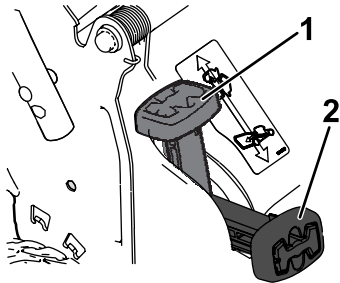

Bild 12
- **Zum Sammeln des Schnittguts und Laubs** drücken Sie die Taste am Hebel für den zuschaltbaren Fangkorb und bewegen den Hebel nach vorne, bis die Taste am Hebel herauspringt (Bild 12).